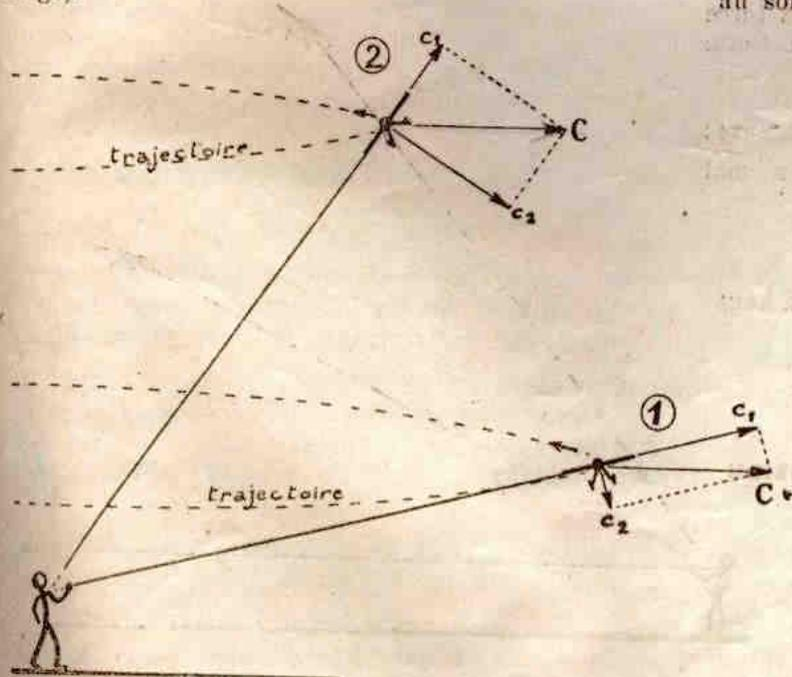

Fig. 33. — Virage horizontal.
Si l'avion monte (fig. 33) (1) la tension des câbles n'est assurée que par une fraction de la force centrifuge C_1 .